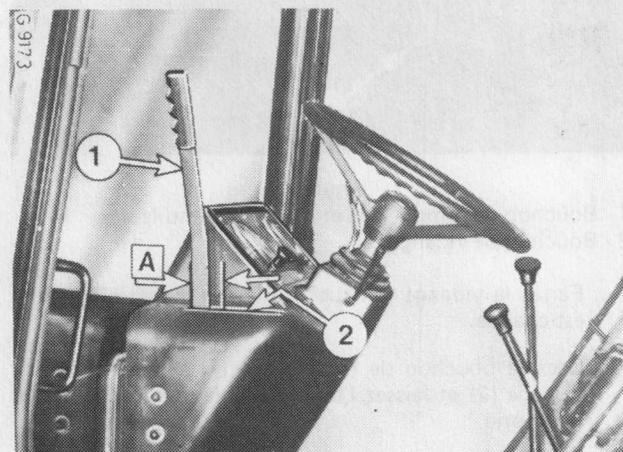

Figure 84
Lorsque le réglage est correct, le levier (1) fig. 84 doit avoir une course libre (A) mesurée sur le guide (2).
Dévissez la vis de réglage (9) jusqu'à ce que vous obteniez la course (A) fig. 84.